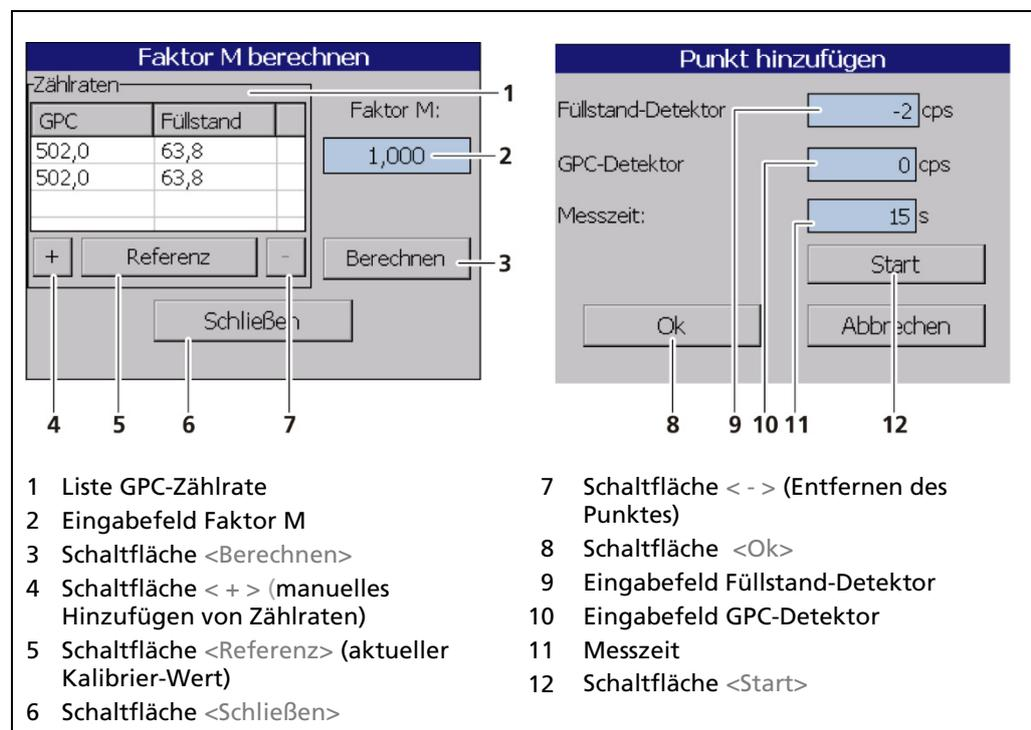

Abb. 97 GPC Kalibrierung: Faktor M berechnen
Um den korrekten Faktor M zu berechnen, muss auf das Eingabefeld für den Faktor M geklickt werden. In dieser Tabelle kann mit <Referenz> (Abb. 97, Pos. 5), der erste Kalibrierpunkt direkt aus den vorhandenen Daten eingefügt werden. Zumindest ein weiterer Punkt ist erforderlich, um einen Faktor M berechnen zu können. Dieser zweite Punkt wird idealerweise bei der höchsten vorkommenden Gasdichte aufgenommen. Weitere Punkte bei anderen Gasdichten verbessern die Genauigkeit von Faktor M. Mit der Schaltfläche <Berechnen> (Abb. 97, Pos. 3) wird der Faktor M, anhand der Tabellenwerte, berechnet.
Ist eine Erfassung der Zählraten nicht möglich, können die Werte manuell in die Eingabefelder (Abb. 97, Pos. 9, Pos.10) eingegeben werden.
1. Klicken Sie auf die Schaltfläche < + > (Abb. 97, Pos. 4), um einen neuen Punkt hinzuzufügen.
2. Klicken Sie auf das Eingabefeld "Messzeit" (Abb. 97, Pos. 11) und geben Sie eine Messzeit ein. Bestätigen Sie mit der Eingabetaste.
3. Klicken Sie auf die Schaltfläche <Start> (Abb. 97, Pos.12). Stellen Sie sicher, dass sich der tatsächliche Füllstand im Behälter, während der Messzeit nicht ändert.
4. Beim Anklicken der Schaltfläche <Referenz> (Abb. 97, Pos. 5), wird ein neuer Punkt hinzugefügt, der die Zählraten der Messung während der Kalibrierung übernimmt.
Bei Standard-Applikationen ist der „Faktor M“ (Abb. 97, Pos.2) nahe an 1 (Default-Wert).
1. Klicken Sie auf die Schaltfläche <Berechnen> (Abb. 97, Pos. 3), um den Faktor M aus den Zählraten zu ermitteln.
- ▶ Der Faktor M wurde berechnet und erscheint im Eingabefeld (Abb. 97, Pos. 2).
2. Klicken Sie auf die Schaltfläche <Schließen> (Abb. 97, Pos. 6), um in das Untermenü „GPC Kalibrierung“ zurückzukehren.
Der M Faktor kann manuell eingegeben werden (Abb. 97, Pos.2), falls eine Ermittlung der Zählraten nicht möglich ist.